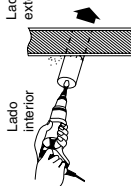

Fig. 3-5
- (4) Utilizando una sierra de arco, una sierra de orificio muescada o un instrumento de perforación de orificios, realice un orificio en la pared. (Fig. 3-5)